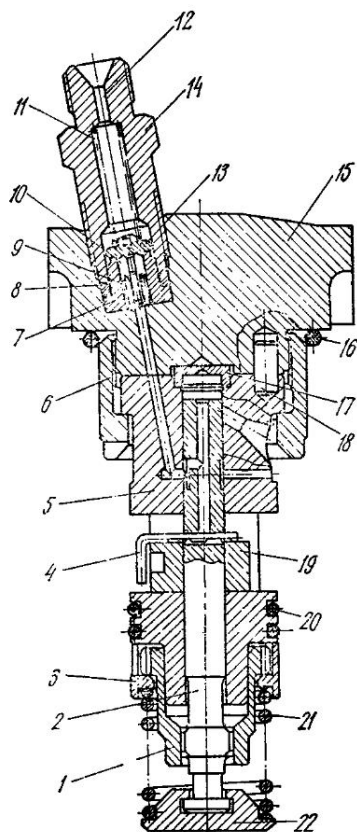
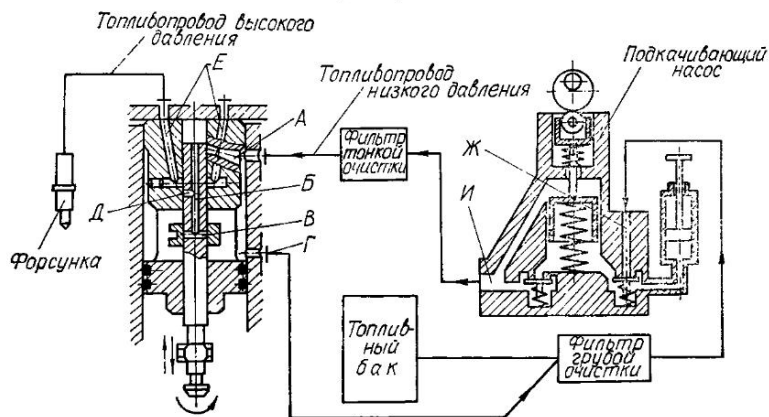

Рис. 27. Насосная секция высокого давления:
Рис. 28. Гидравлическая схема системы питания с топливным насосом распределительного типа:
вого механизма. К корпусу крепится топливоподкачивающий насос, привод которого осуществляется от кулачкового вала 32 через специальный эксцентриковый вал 25. Кулачковый вал приводится во вращение от двигателя через шлицевую втулку 2. На двигателе насос устанавливается при помощи переходного фланца 1. При вращении кулачкового вала 32 плунжер 2 (рис. 27) совершает возвратно-поступательное движение. Нагнетательный ход происходит при набегании кулачка на роликотолкатель 5 (рис. 26), а ход всасывания — под действием возвратной пружины 21 (рис. 27). Кроме того, плунжер получает от вала регулятора 8 (рис. 26) через промежуточную шестерню 6 и зубчатую втулку 1 (рис. 27) вращательное дви-
Режим работы двигателя устанавливается поворотом рычага 45, связанного через пружину регулятора 12 и рычажную систему с дозатором 19 (рис. 27).
Подача топлива выключается принудительно рычагом 45 или регулятором при достижении предельного числа оборотов. В обоих случаях перемещение рычажной системы вызывает смещение дозатора в крайнее нижнее положение. При этом подача топлива к форсункам не произойдет, так как всасывающее отверстие А по втулке перекрывается после того, как отсечное отверстие В плунжера (рис. 28) выйдет из дозатора 19 (рис. 27).
Секция высокого давления (рис. 27) осуществляет подачу топлива под давлением в цилиндры двигателя в требуемом количестве, в определенное время и в заданной последовательности.
Плунжерная втулка имеет центральный рабочий канал, два всасывающих отверстия А и распределительные каналы Е (рис. 28).
Плунжер имеет центральный канал Б, соединяющий надплунжерное пространство через распределительное отверстие Д с соответствующими отверстиями втулки и через поперечное сквозное отверстие В с отсечной полостью насоса. В уплотнительные канавки втулки устанавливаются резиновые кольца 20 (рис. 27), обеспечивающие разделение топливной и масляной полостей насоса.
Весь узел в сборе удерживается монтажной чекой 4 (рис. 27), удаляемой после закрепления секции в корпусе насоса.
Работа насосной секции происходит следующим образом (рис. 27 и 28). При ходе плунжера вниз (ход всасывания) топливо из полости всасывания по каналу А во втулке Б поступает в надплунжерное пространство. При ходе плунжера вверх (ход нагнетания) топливо частично вытесняется обратно во всасывающую полость до момента перекрытия всасывающих отверстий А во втулке торцом плунжера.
отверстие *Д*, канал *Е* во втулке, через нагнетательные клапаны, топливопровод и форсунку. Подача топлива продолжается до момента выхода отсечных отверстий *В* плунжера (рис. 28) из дозатора *19*. После этого происходит разгрузка топливопровода высокого давления через жиклер нагнетательного клапана *13* и обратный клапан *10*.
Основной рычаг регулятора соединяется через регулировочную тягу *39* с поводком *35*, установленным в прорези дозатора *19* (рис. 27).
Перемещение рычага корректора через рычаги 46 и 39 передает дозатору 19 (рис. 27). При этом дозатор получает дополнительный ход, обеспечивающий увеличение подачи топлива, продолжающийся при падении числа оборотов коленчатого вала двигателя до тех пор, пока рычаг корректора 17 (рис. 26) не выберет ход штока 16.
- зафиксировать секцию высокого давления 7, для чего нужно развернуть фиксатор 37 вправо на 90° и утопить до упора (во впадину зубьев втулки 1) (рис. 27);
- повернуть кулачковый вал в такое положение, чтобы отсечное отверстие плунжера оказалось под дозатором, и в это отверстие вставить монтажную чеку 4 (рис. 27), после чего осторожно, чтобы не повредить чекой плунжер и дозатор, проворачивать кулачковый вал в обратном направлении до тех пор, пока чека не будет плотно прижата к дозатору (монтажная чека находится в специальном гнезде в корпусе насоса под боковой крышкой);
При установке чеки 4 в отсечное отверстие плунжера особое внимание обратить на то, чтобы распределительное отверстие *D* плунжера (рис. 28), паз верхней тарелки 3 пружины (рис. 27) и паз дозатора были направлены в сторону привода дозатора и лежали в одной плоскости.